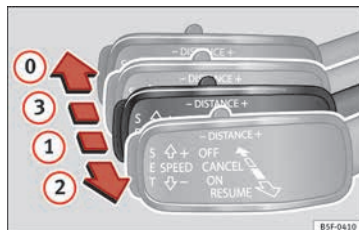

Fig. 196 A la izquierda de la columna de la dirección: tercera palanca para manejar el control adaptativo de velocidad.
- Tire de la palanca hasta la posición **①** » **fig. 196.** En la pantalla del cuadro de instrumentos se visualizará **ACC standby**.